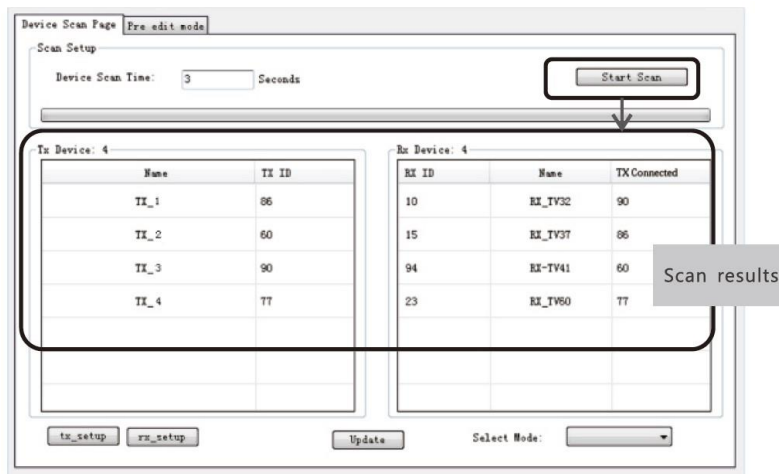

Figure 3
①“Start Scan”ボタンをクリックすると、Figure3 のようにスキャンされます。